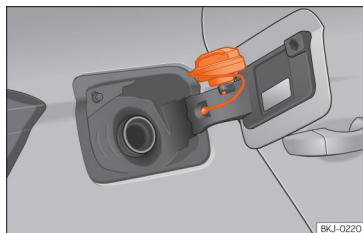

Fig. 149 Tampa do depósito com o tampão encaixado.
• Coloque-a no espaço existente na dobradiça da tampa aberta »» **Fig. 149.**